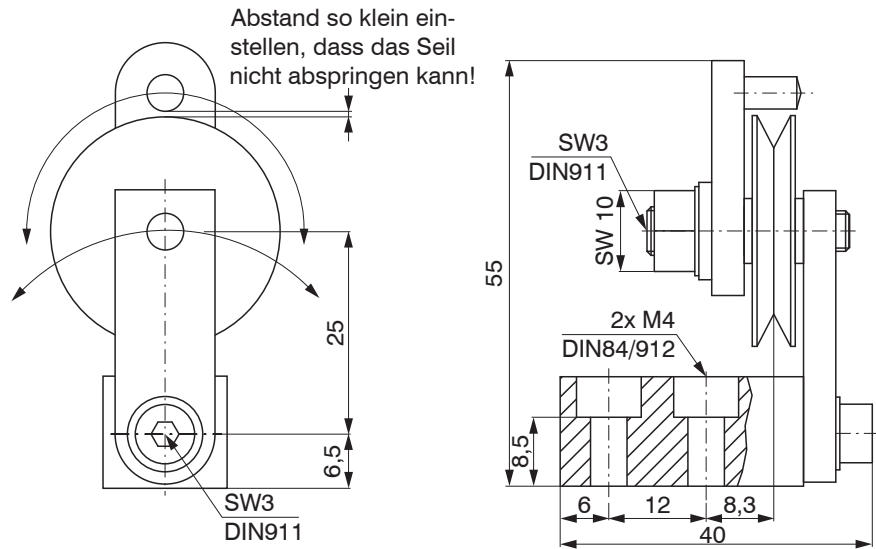

Abb. 7 Umlenkrolle TR1-WDS mit Montagefuß, Abmessungen in mm, nicht maßstabgetreu
- TR1-WDS Seilumlenkrolle mit Montagefuß, siehe Abb. 7